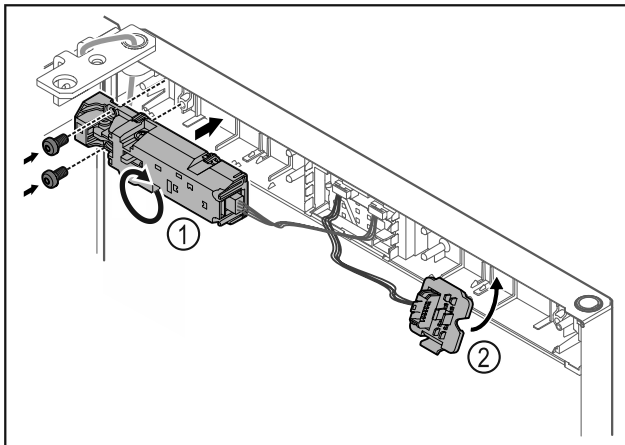

Fig. 19
- ▶ Fernschloss Fig. 19 (1) um 180° drehen und auf Gegenseite befestigen.
- ▶ Steckerhalterung Fig. 19 (2) auf Gegenseite einrasten.